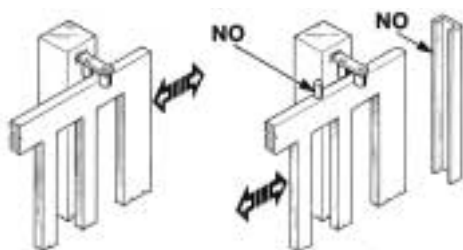

Fig. 3
Las columnas de la verja tienen que llevar en su parte superior unas guías anti-descarrilamiento (Fig. 3) para evitar desenganches involuntarios.
N.B.: Eliminar los topes mecánicos del tipo descrito en el Fig.3.